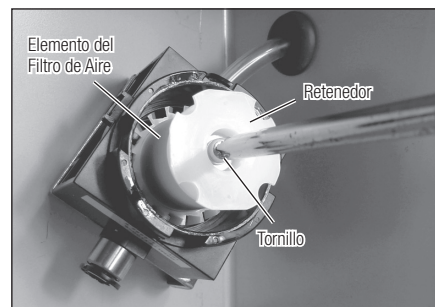

Fig. 36
- 7) Quite el tornillo en la parte inferior del retenedor con ayuda de un destornillador de estrella (Fig. 36).